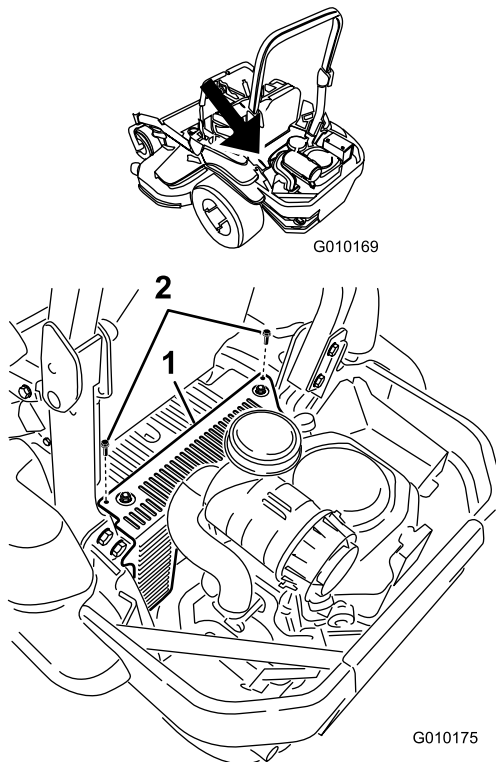

Figure 52
3. Retirez les deux boulons de fixation du capot de l'unité hydraulique, et déposez le capot Figure 52. Vous pourrez ensuite accéder à la bougie avant.
5. Montez le capot de l'unité hydraulique gauche (Figure 52).